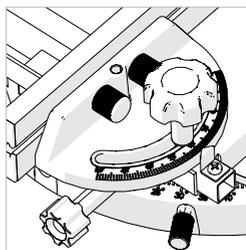

Fig. 22
- Use uma chave de fenda Phillips n.º 2 para desapertar o parafuso de fixação do indicador de ângulo. (Fig. 22) Ajuste o indicador